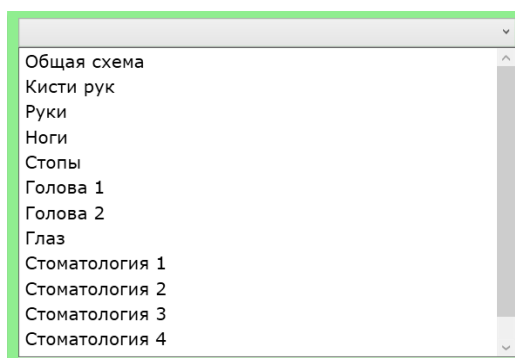

Рисунок 11 – Окно выбора системы
- В окне «**Системы**», расположенное в правой нижней части экрана, выводится выбранное оператором изображение из выпадающего списка систем (рисунок 11).